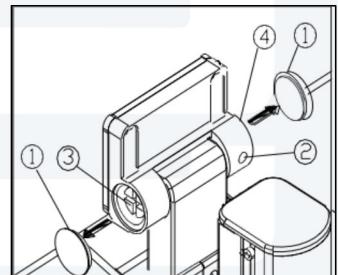

Abb.4
- Cuspidal-Werkzeug zum öffnen der Kappen (1) an beiden Seiten. Mit dem Inbusschlüssel die Sechskantschrauben lösen (2), Flachmuttern anziehen (4) um die Spannung einzustellen. Mit dem Schraubendreher währenddessen die Drehachse still halten (3) (Siehe Abb. 4)
- Die beiden M3-Sechskantschrauben (2) anziehen, dann Kappen wieder anbringen